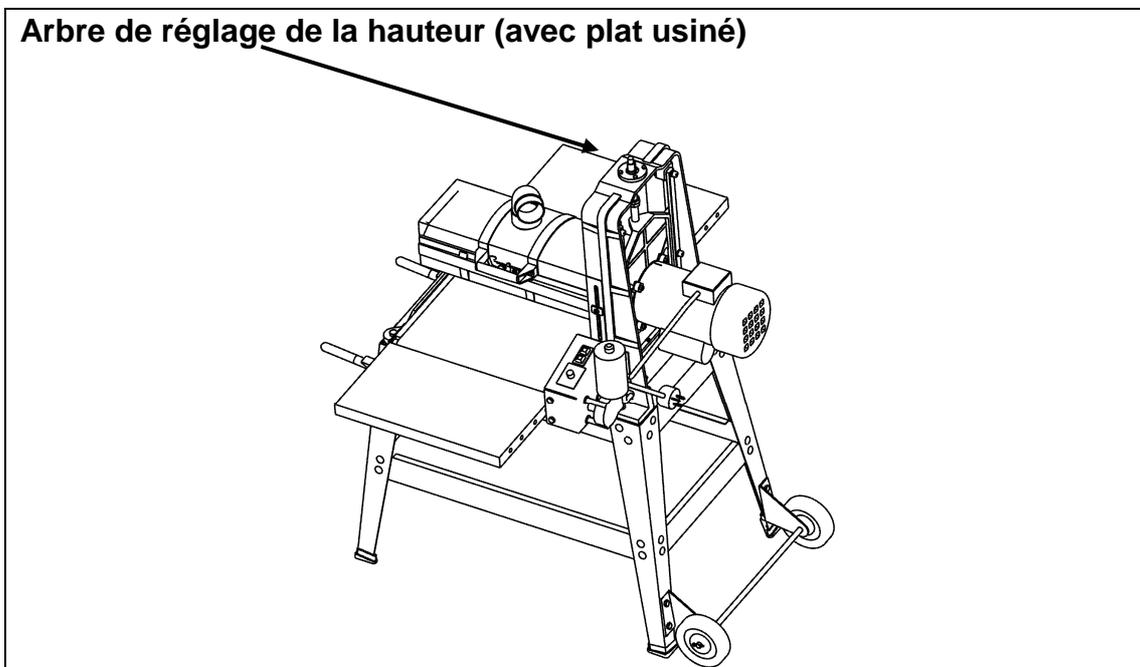

Figure 4
1. Vissez la poignée de réglage de la hauteur dans l'écrou fileté de la manivelle de réglage de la hauteur à l'aide d'un tournevis pour écrou à fente jusqu'à ce qu'elle soit bien serrée. (Reportez-vous à la Figure 4.)